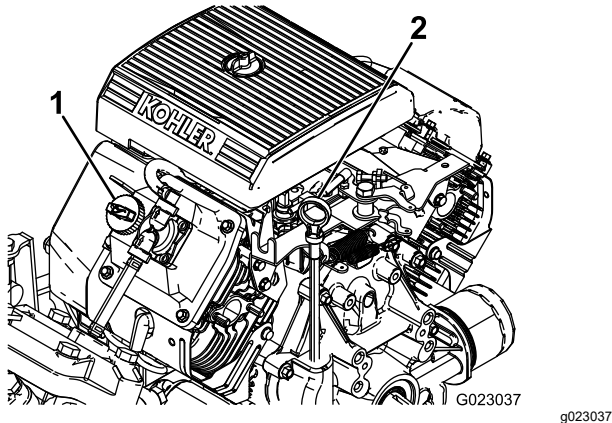

Figura 10
2. Retire a vareta e limpe-a com um pano limpo (Figura 10).
4. Se o nível de óleo estiver baixo, deverá retirar a tampa de enchimento da cobertura da válvula (Figura 10) e deitar óleo na abertura até que o nível suba até à marca CHEIO da vareta; consulte Verificação do óleo do motor \(página 54\) acerca do tipo e viscosidade do óleo.